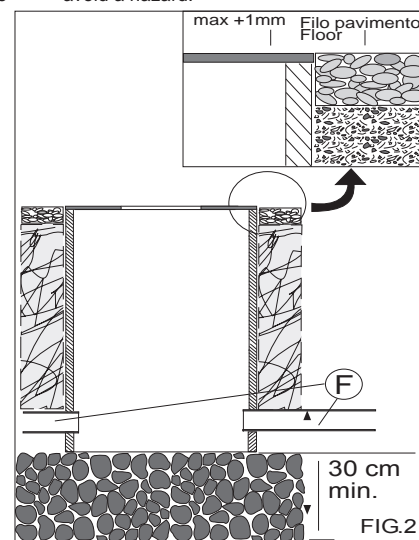

FIG.2
- Prima di interrare e/o cementare il pozzetto, fare attenzione a creare nella zona di alloggiamento uno strato di ghiaia di drenaggio sufficiente a garantire l'eventuale deflusso dell'acqua (**min. 30cm**). Interrare e/o cementare il pozzetto **D** avendo cura di posizionarlo in bolla. **FIG.2**
- Nel caso di linea continua, introdurre negli appositi fori del pozzetto il tubo o i tubi rigidi **F** per il passaggio dei cavi. **FIG.2-FIG.3**
- Fissare il pozzetto avendo cura di non tenerlo mai al di sotto del filo del terreno (o della superficie di calpestio). **FIG.2**
- Before cementing or installing the housing, pay attention to leave a space with gravel to guarantee the drainage of the water (minimum 30 cm.). Install the housing **D** paying attention to put it at the level. **FIG.2**
- In case of direct current, put in the suitable holes of the housing the tube or the tubes **F** for the cables. **FIG.2 - FIG.3**
- Fix the housing paying attention to keep it never under the ground level (or the walk surface). **FIG.2**